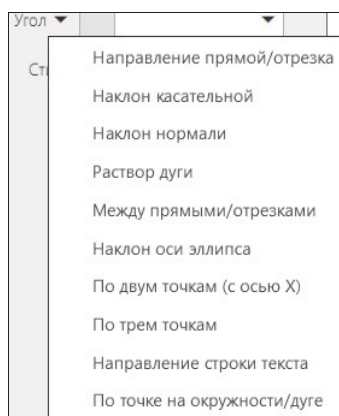

Рис. 5.3. Выпадающая панель окна Угол
- ◆ окно **Угол** с полем для ввода числового значений угла. При нажатии на кнопку (черный треугольник) раскрывается панель с командами **геометрического калькулятора** (рис. 5.3);